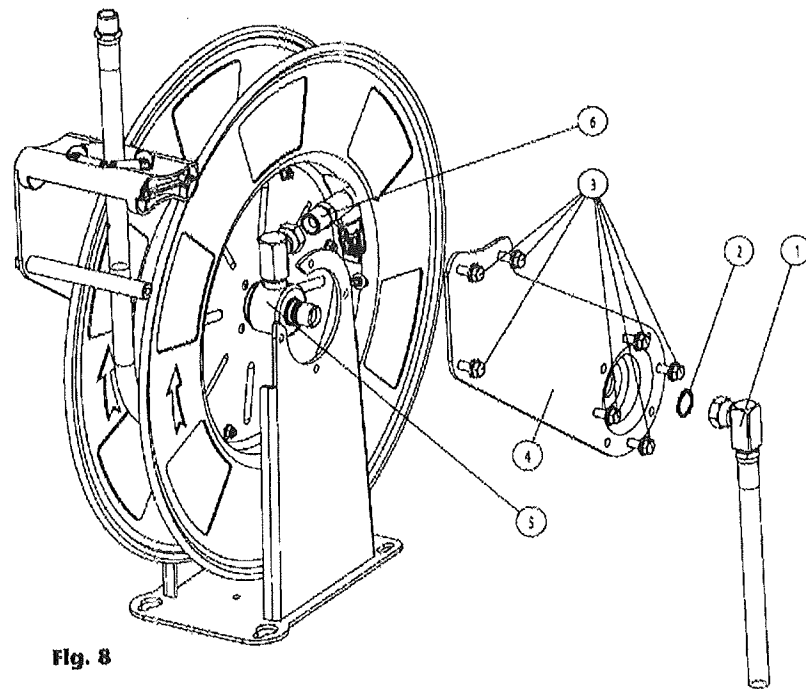
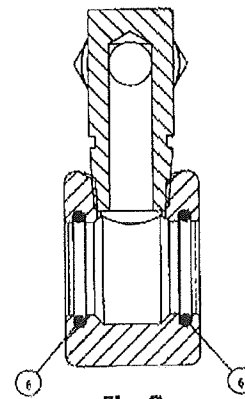

Fig. 8
Fig. 9
1. Disconnect the hose from the swivel (6) (fig. 8).
2. Disconnect the inlet hose loosening the inlet fitting (1) (fig. 8), and move away the circlip (2) (fig. 8).
3. Loosen the bolts (3) (fig. 8), to be able to remove the upper arm (4).
4. Pull out the swivel assembly (5) (fig. 8) and replace the seals (6) (fig. 9).
1. Desconecte la manguera de la rótula (6) (fig. 8).
2. Desconecte la manguera de acometida aflojando el racor de acometida (1) (fig. 8), y retire el circlip de seguridad (2) (fig. 8).
3. Desenrosque los tornillos (3) (fig. 8), lo que permitirá desmontar el brazo superior del enrollador (4).
4. Saque el conjunto rótula (5) (fig. 8) y sustituya las juntas (6) (fig. 9).
5. Remove the upper arm (4) (fig. 8) removing away the circlip (2)(Fig.8) and loosening the bolts (3) (fig. 8).
5. Desmonte el brazo (4) (fig. 8), para ello retire el circlip de seguridad (2) (fig. 8) y desenrosque los tornillos (3) (fig. 8).